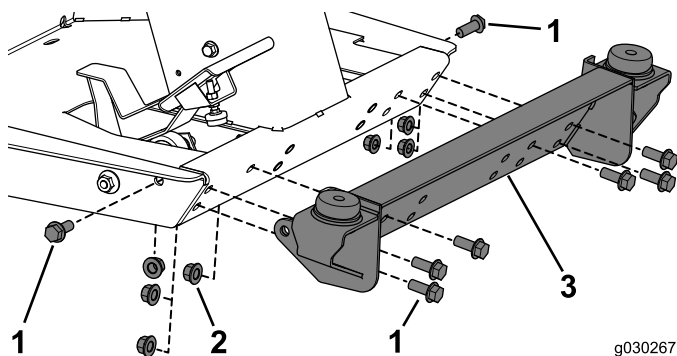

Figure 14
- Fixez le support avant sur la machine à l'aide de 8 boulons ($\frac{1}{2}$ x $1\frac{1}{4}$ po) et 8 contre-écrous (Figure 14).